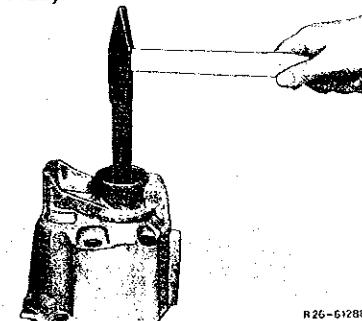

Fig. BV.21
- Chasser le roulement à billes du couvercle de la boîte de vitesses à l'aide du mandrin approprié. (Fig. BV.21).